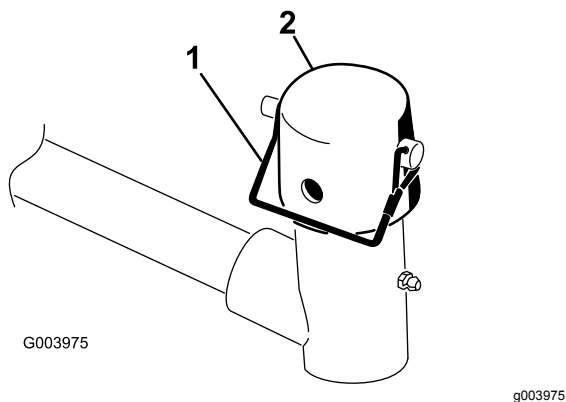

図 10
7. 昇降アームのピボットヨークからスナッパピンとキャップを外す 図 10。
11. スナッパピンを使って、キャップとキャリアフレームのシャフトを昇降アームのヨークに固定する 図 10。